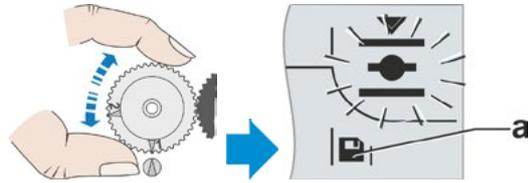

Рис. 8: Повернуть центральное колесо до появления знака сохранения
- Только при наличии сигнального редуктора: Медленно вращайте центральное колесо в том же направлении, как оно вращалось при движении в конечное положение (см. указание „Важно“ в пункте 9), пока на дисплее не появится знак сохранения (рис. 8, поз. а).